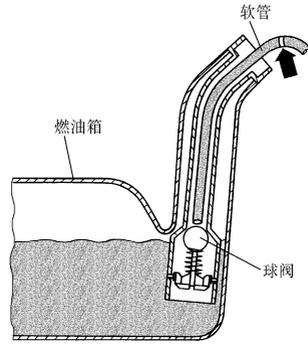

图 1-5 排空燃油箱
- 5) 如图 1-5, 将软管放入加油管, 直到达到标记箭头。